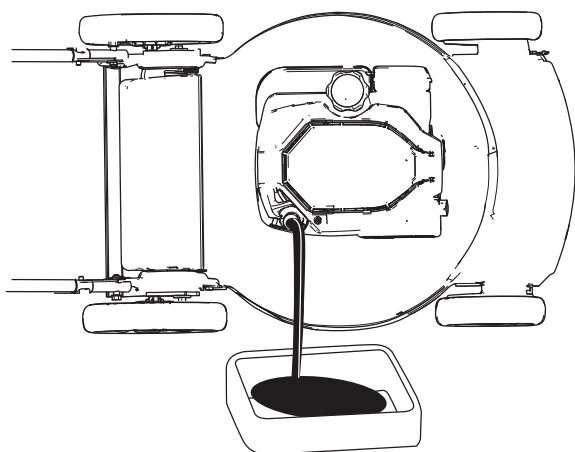

Figure 26
4. Inclinez la machine sur le côté (filtre à air en haut) pour vidanger l'huile usagée par le tube de remplissage (Figure 26).